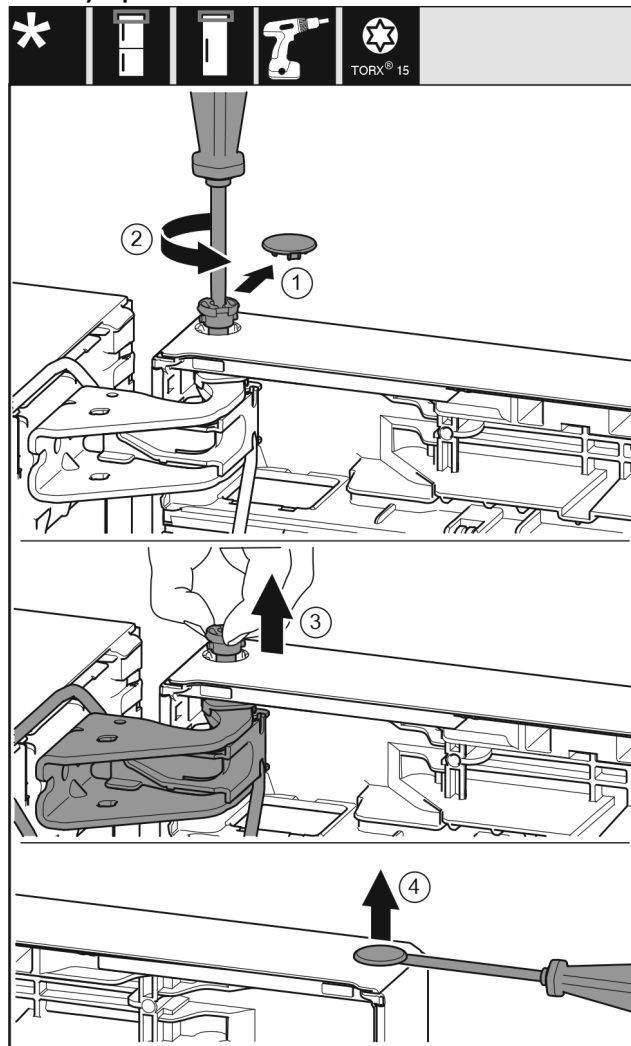

Fig. 22
- ▶ Осторожно снимите предохранительную крышку. *Fig. 22 (1)*
- ▶ Немного выкрутите палец отверткой T15. *Fig. 22 (2)*
- ▶ Удерживая дверь, извлеките палец вручную. *Fig. 22 (3)*
- ▶ Осторожно приподнимите и извлеките при помощи шлицевой отвертки заглушку из опорной втулки двери. *Fig. 22 (4)*